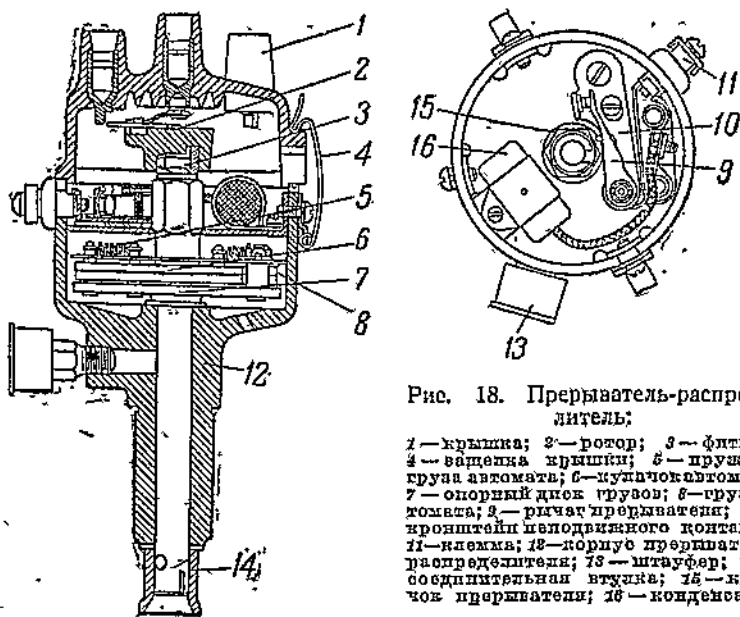

Рис. 18. Прерыватель-распределитель;
Прерыватель-распределитель (рис. 18), расположенный с левой стороны двигателя, приводится во вращение от торца вала масляного насоса при помощи назового соединения. Направление вращения прерывателя-распределителя—по часовой стрелке (если смотреть со стороны крышки).
3. Завернуть на несколько оборотов фиксирующий винт прерывателя-распределителя, не затягивая его доотказа (рис. 18).